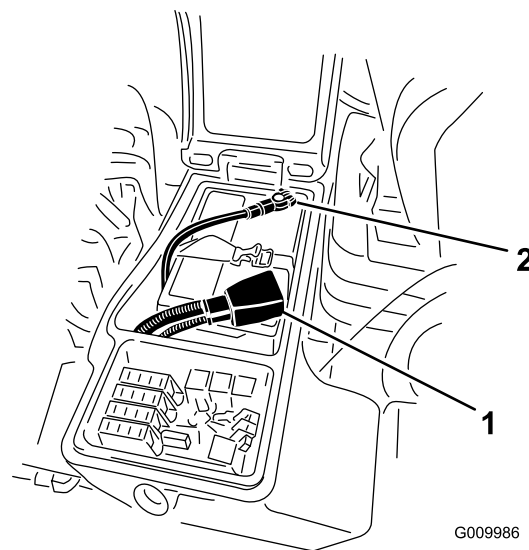

Figura 98
3. Îndepărtați cablul negativ (negru) de la borna negativă (-) i cablul pozitiv (rou) de la borna pozitivă (+) a bateriei (Figura 98).
6. Montați cablul pozitiv (rou) la borna pozitivă (+) i cablul negativ (negru) la borna negativă (-) a bateriei (Figura 98).